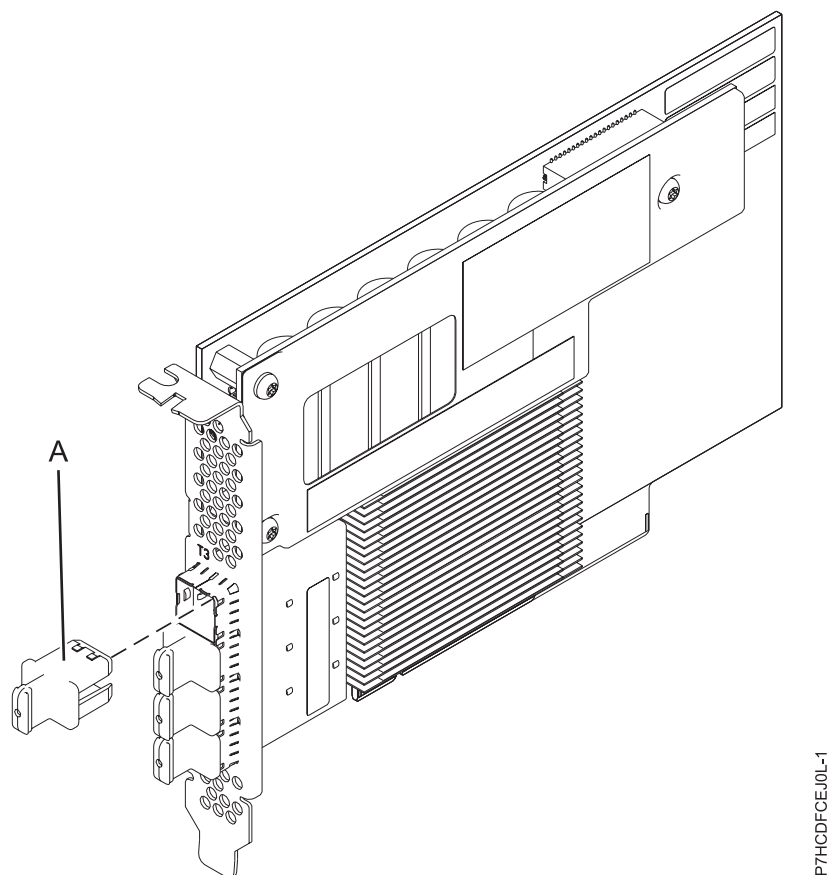

Figura 12. Adaptador SAS RAID PCIe3 amb 12 GB memòria cau i 6 Gb
Figura 12 a la pàgina 39 mostra l'adaptador SAS RAID de memòria cau PCIe3 de quatre ports amb 12 GB i 6 Gb. L'endoll del connector (A) es troba en un port buit i impedeix danys en aquest port sempre que s'endollin o s'extreguin cables de connectors de port adjacent.
La FC EJ0L és un adaptador curt d'amplada única i altura completa. La Figura 12 mostra l'adaptador FC EJ0L. Cada FC EJ0L requereix un altre FC EJ0L en aquest servidor o en un altre servidor que es combina amb l'adaptador SAS RAID i permet el funcionament de la memòria cau i altres funcions de disponibilitat de multiiniciador i d'alta disponibilitat (IOA d'emmagatzematge dual).